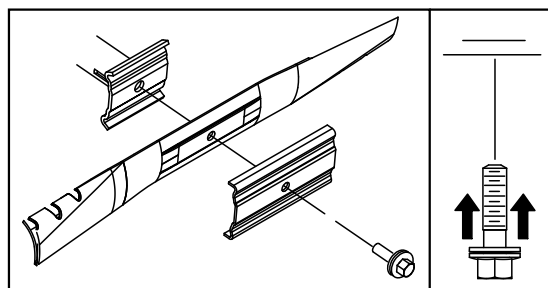

Figura 25
5. Instale la cuchilla nueva (gire el perno de la cuchilla en el sentido de las agujas del reloj) y todos los herrajes de montaje (Figura 25).